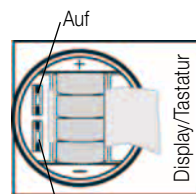

Bild 1
2. Gerät wie im Bild 1 beschrieben ausrichten.
5. Sollwert der Kalibrierlösung temperaturrichtig mit den im Bild 1 dargestellten Tasten "Auf"/"Ab" einstellen.
1. Batteriefach öffnen. Bei eingeschaltetem Gerät, die HOLD-Taste drücken. Anschließend die "Auf"-Taste drücken (Bild 1).
2. Den Faktor mit den Tasten "Auf" oder "Ab" (Bild 1) einstellen.